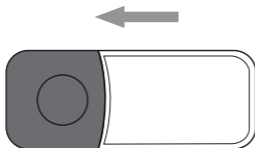

Abb. 2
- ◆ Markieren Sie die Positionen für die zwei benötigten Bohrlöcher, indem Sie die Wandhalterung ⑩ an den gewünschten Montageort halten (maximale Höhe 2 m). Zeichnen Sie dann mit Hilfe der beiden Aufhängeösen ⑪ die Bohrlöcher an.
- ◆ Bohren Sie mit der Bohrmaschine und einem 5 mm-Bohrer die beiden Löcher für die beiliegenden Dübel ⑭.
- ◆ Setzen Sie den Sender so auf die Wandhalterung **10**, dass die Haltenasen an der Wandhalterung **10** in die beiden Öffnungen an der Rückseite des Senders ragen. Schieben Sie dann den Sender in Richtung Klingeltaste **7**, so dass die Haltenasen in die Schienen der Öffnungen rutschen und der Sender fest auf der Wandhalterung **10** sitzt (siehe Abb. 2).